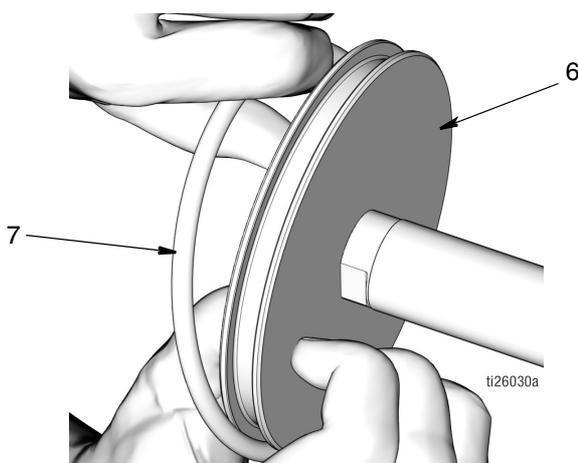

FIG. 52
- e. Aplique una capa fina de grasa en la junta tórica (7). Instale la junta tórica (7) alrededor del pistón (6) como se observa en FIG. 52.